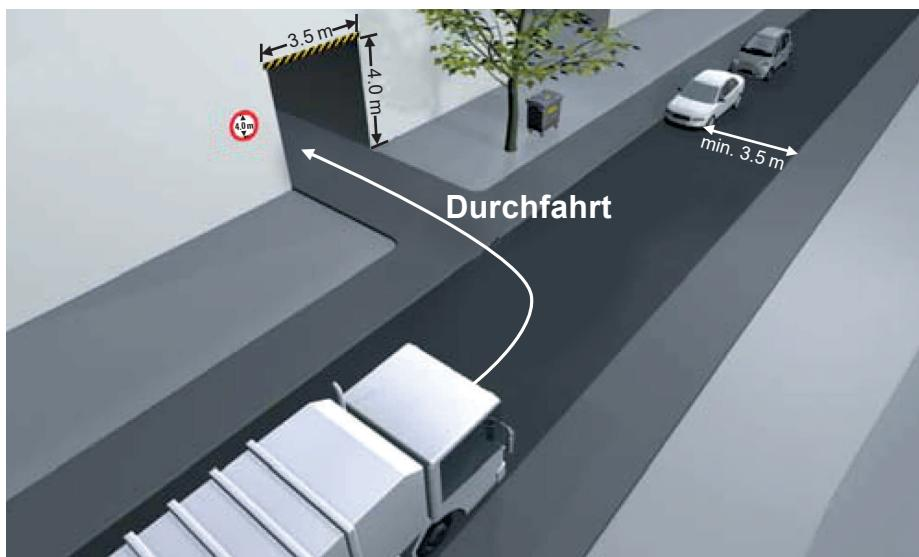

Abb. 2 – Schleppkurve und Wendekreis
- Sackgassen werden nur befahren, wenn am Ende eine Wendemöglichkeit besteht (Wendehammer- oder Schleife), (*siehe. Abb. 2 und 3*).